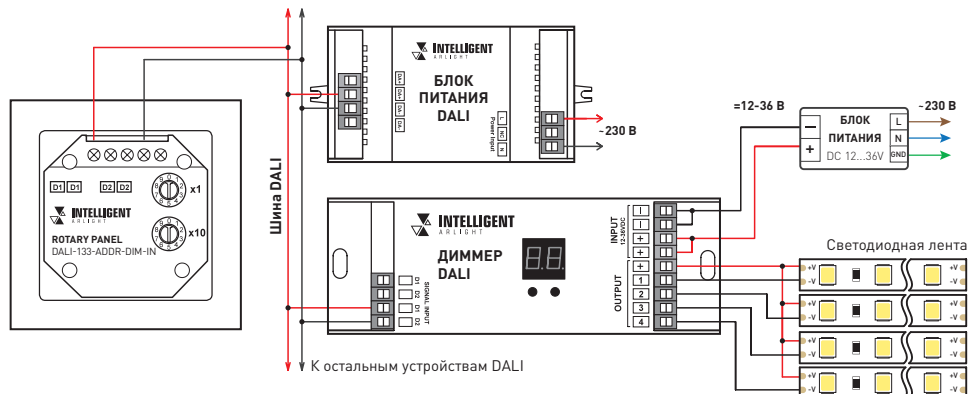

Рисунок 1. Подключение сенсорной панели на примере диммера с использованием блока питания DALI
- 3.2. Подключите провода от шины DALI к клеммам D1 и D2 сенсорной панели (Рис. 1).